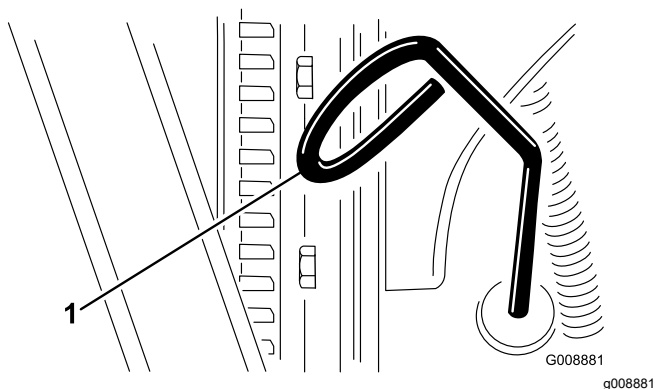

Рисунок 72
3. Выньте масломерный щуп (Рисунок 72) и протрите его чистой ветошью.